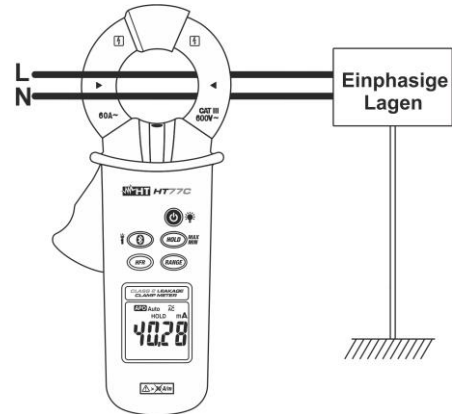
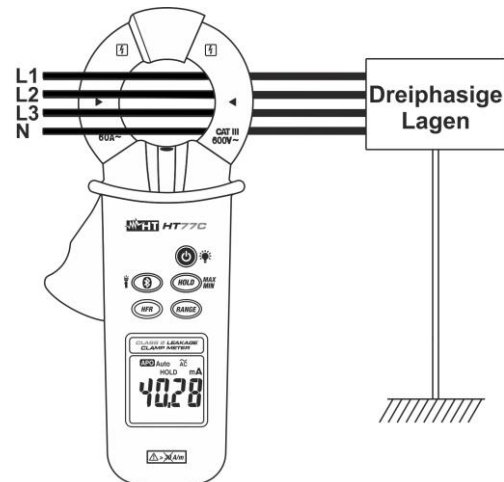

Abb. 5: Messung Leckstrom mit der indirekten Methode auf Einphasige lagen
Abb. 7: Messung Leckstrom mit der indirekten Methode auf Dreiphasige lagen
2. Öffnen Sie die Zangenbacken und schließen Sie die Zange an, wie in Abb. 5 und Abb. 7 gezeigt. Der Wert des Leckstroms wird im Display angezeigt